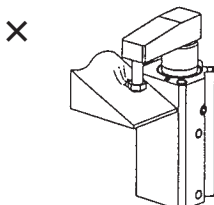

图4
- ③工件的夹紧面，必须对气缸轴线成垂直的面上进行。(图4)